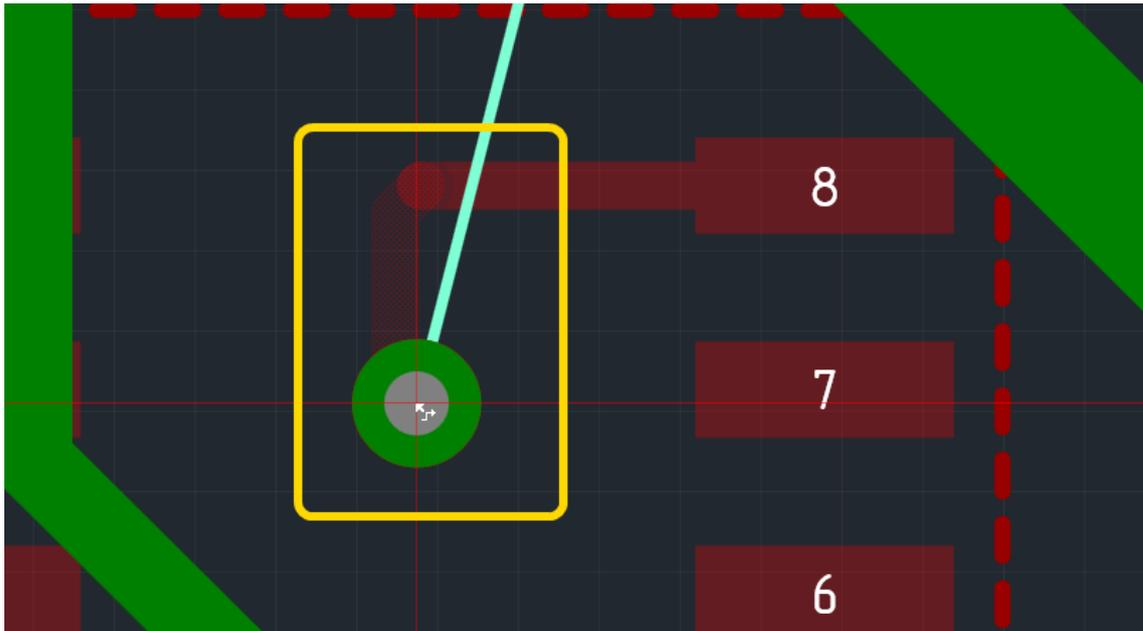

Рис. 50. Размещение перехода на другой слой
4. После того, как требуемый слой достигнут, необходимо поместить курсор в место, где необходимо разместить переход, см. Рис. 50. Автотрассировщик продолжает трек с последнего зафиксированного участка до перехода – переходного отверстия. При этом на экране отображается возможный вид трека.